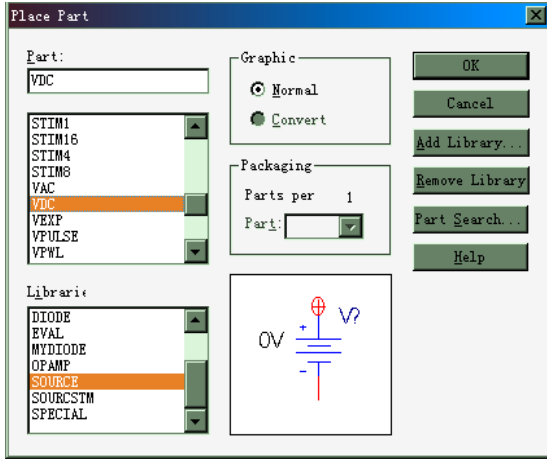
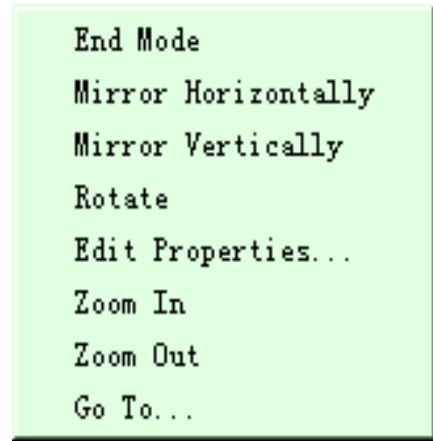

图 5.3.5 Place part 对话框
图 5.3.6 元器件放置方式选择菜单
激活绘图工具栏中的“Place Part”键，弹出Place Part对话框，如图 5.3.5 所示，在libraries栏中选择元器件库“ANALOG”，并在Part栏中选电阻“R”，点击“OK”键，将电阻R拖曳至R₁位置处，击鼠标左键放置R₁，接着将第二个电阻拖至R₂处，击鼠标右键，选择“Rotate”，将电阻变成垂直方向，击左键，放置R₂处。类似地放置R₃、R₄，放置完毕，击鼠标右键，选“End Mode”，结束电阻放置。
激活绘图工具栏中的“Place Part”键，弹出Place Part对话框，如图 5.3.5 所示，在libraries栏中选择元器件库DIODE（以OrCAD 9.0 Demo为例），在Part栏中选择“DIN3940”，选择“OK”，击鼠标右键，光标选择“Rotate”，将二极管变成垂直方向，击鼠标左键放于D₁处。用同样方法将第二支二极管放于D₂处。
激活绘图工具栏中的“Place Part”键，弹出Place Part对话框，如图 5.3.5 所示，在Libraries栏中选择元器件库“Source”，在Part栏中选择信号源“VSIN”，击“OK”，将其放于Vin处，击鼠标右键弹出图 5.3.6 所示菜单，选“End Mode”结束信号源“VSIN”的放置。再重复上述操作，在Part栏中选择直流电压源“VDC”，击“OK”，将其放于V₁处。
(1) 点击绘图工具栏中元器件放置键“Place part”，弹出图 5.3.5 所示对话框，在 Libraries 栏中选择“Source”，在 Part 栏中选择 VDC，点击“OK”，将直流电源 VDC 放在输入激励源处。
(1) 点击绘图工具栏中元器件放置键“place part”，弹出图 5.3.5 对话框，在 Libraries 栏中选择“Source”，在 Part 栏中选择 VSIN，点击“OK”，将正弦交流电源 VSIN 放在输入激励源处。
（1）点击绘图工具栏中的元器件放置键“Place Part”，弹出如图 5.3.5 所示 Place Part 对话框，在 Libraries 栏中选择“Source”，在 Part 栏中选择 VAC，点击“OK”，将正弦交流电源 VAC 放在输入激励源处。